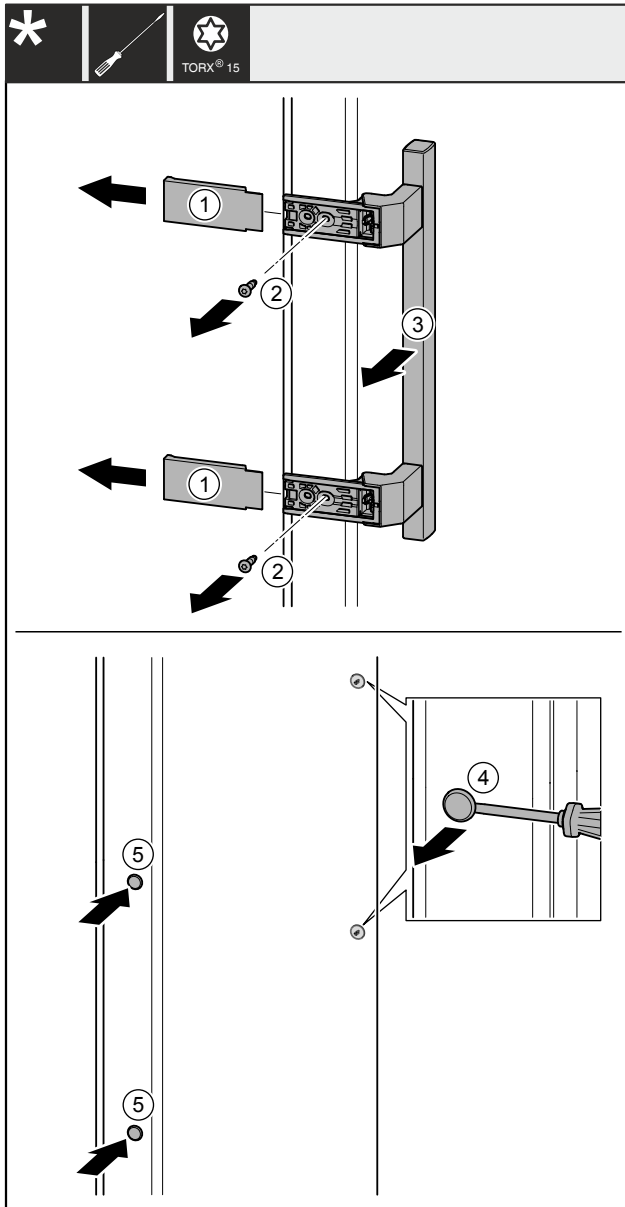

Fig. 41
- Retirer les caches Fig. 41 (1).
- Retirer les vis Fig. 41 (2) avec un tournevis.
- Retirer la poignée Fig. 41 (3).
- Soulever et retirer avec précaution le cache latéral Fig. 41 (4) avec un tournevis plat.
- Replacer le cache Fig. 41 (5) de l'autre côté.